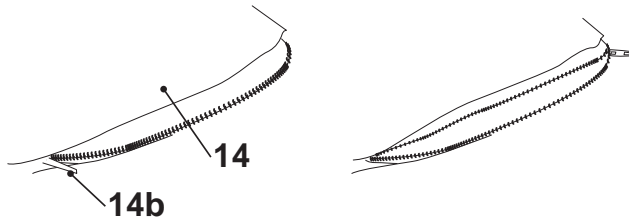

Fig. 9
1. Ouvrez la fermeture à glissière (14b) et videz les débris dans un sac-poubelle adapté (Fig. 9).